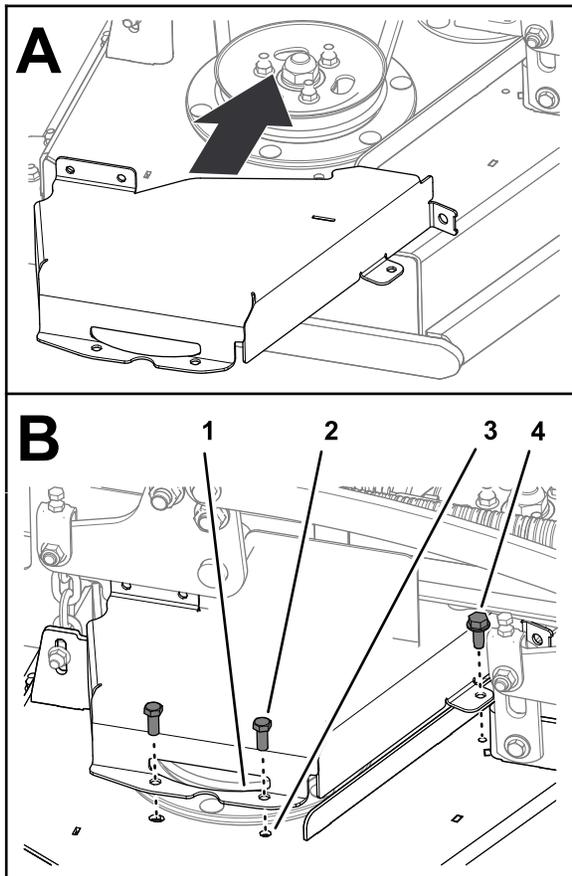

Figura 40
1. Monte a cobertura da correia direita na plataforma (Figura 40) com os dois parafusos que removeu em Remoção da cobertura da correia esquerda (página 29).